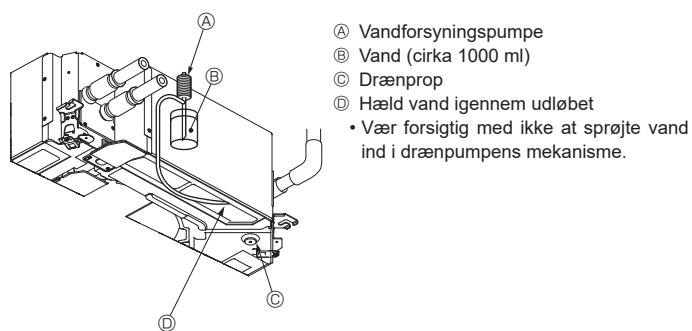

Fig. 7-6
7.4. Kontrollér at der drænes korrekt (Fig. 7-6)